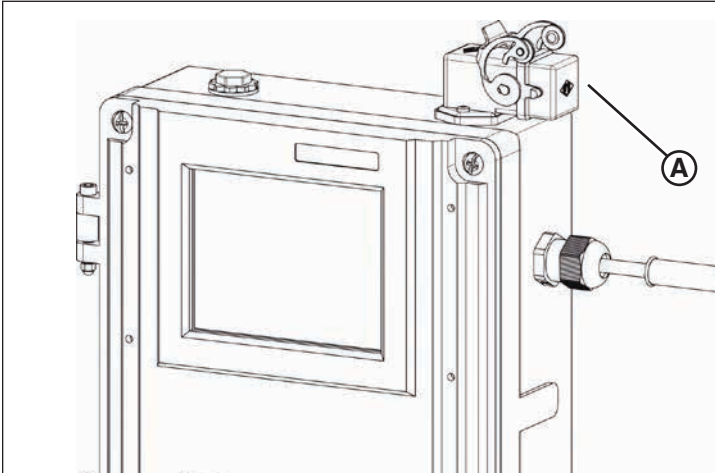

Figura 35
3. Ubique el receptáculo para el termostato remoto en la parte superior derecha del módulo de control del calentador (A, Figura 35).